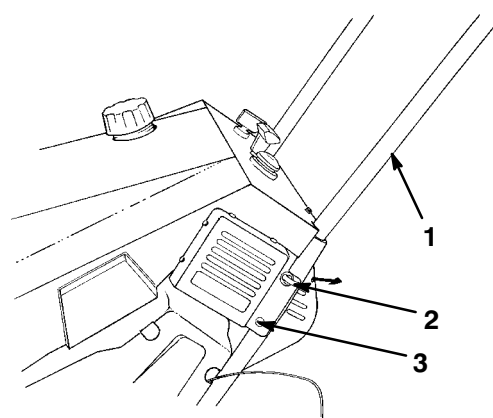

Figure 4
- Enlever le lien qui attache le câble de commande au mancheron inférieur (Fig. 4).
- Fixer le côté gauche du mancheron à l'aide d'une vis à métaux, d'un boulon à œil et d'une entretoise, comme illustré à la Figure 4.
- Faire passer le câble de commande dans l'œil du boulon du côté gauche de la déneigeuse (Fig. 4).